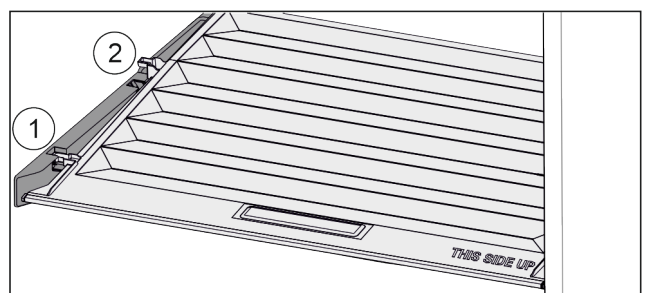

Fig. 39
- ▶ Tirare in avanti il coperchio fino all'apertura nei fermi Fig. 39 (1).
- ▶ Sollevare posteriormente dal basso e togliere verso l'alto Fig. 39 (2).